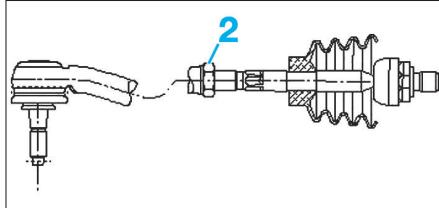

Fig. 12
- Desserrer le contre-écrou (2) (Fig.12).